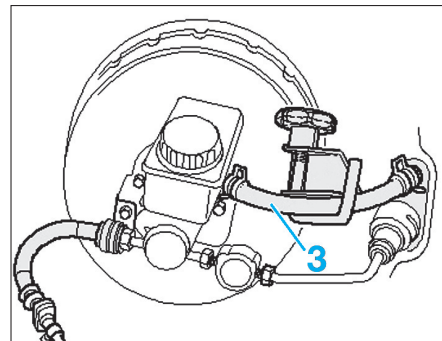

Fig. 5
- [1]. Pince-durite (Fig.5)
- A l'aide d'un pince-durite, débrancher le flexible de recirculation (3) relié au réservoir de liquide de frein (Fig.5).